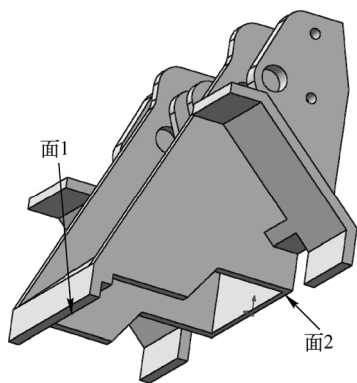
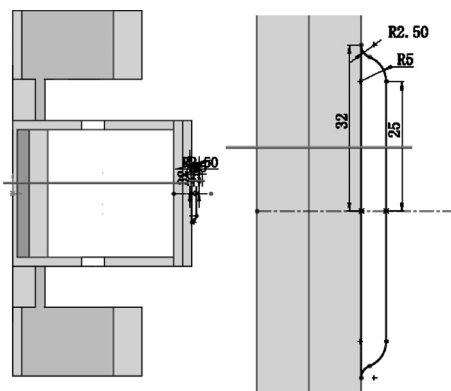

图 10-67 选择拉伸面 1
图 10-68 绘制草图 9
**01** 绘制草图 9。在视图中用鼠标选择图 10-67 所示的面 1 作为绘制图形的基准面。单击“草图”控制面板中的“中心线”按钮、“直线”按钮、“切线弧”按钮和“镜像”按钮，绘制并标注草图如图 10-68 所示。
**01** 绘制草图 10。在视图中用鼠标选择图 10-67 所示的面 2 作为绘制图形的基准面。单击“草图”控制面板中的“中心线”按钮、“直线”按钮、“切线弧”按钮、“镜像”按钮和“圆”按钮，绘制并标注草图如图 10-71 所示。